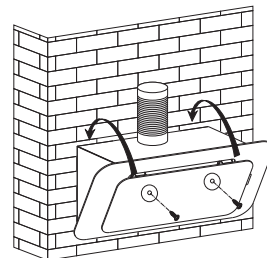

Abbildung 7
– Legen Sie die Dunstabzugshaube auf den Haken. Nach Einstellen der Position befestigen Sie den Körper mit Sicherheitsschrauben. Siehe Abbildung 7 .